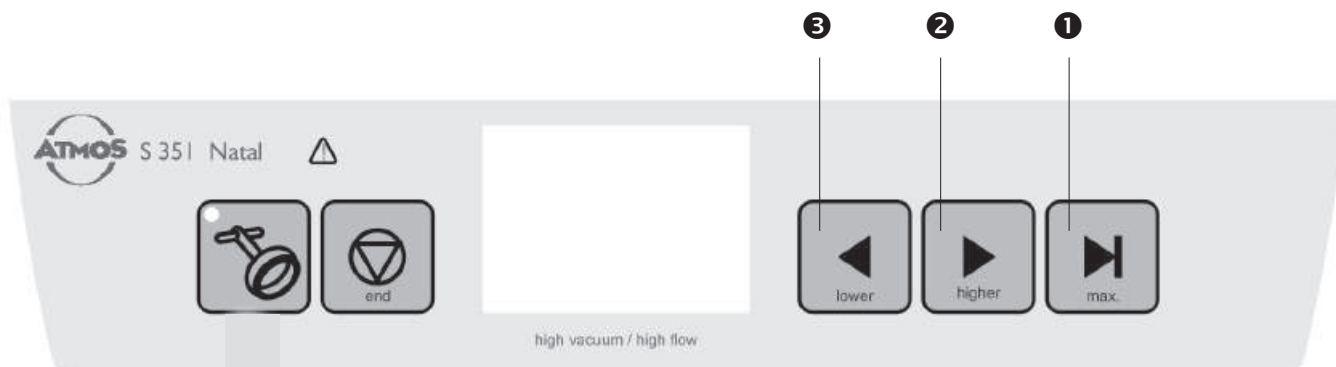

Bild 39. Anzeige- und Bedienfeld
- Wählen Sie den gewünschten Endvakuum-Wert mit einer der Tasten (2 und 3, Bild 39). Bei längerem Drücken der beiden Tasten verstellt sich der Wert schneller.
- Durch Drücken der Taste (1, Bild 39) wird das max. Vakuum eingestellt. Bitte beachten Sie, dass diese Funktion durch nochmaliges Drücken dieser Taste bestätigt werden muss.
- Wählen Sie den gewünschten Endvakuum-Wert mit einer der Tasten (❶, ❷ and ❸, Fig. 39, S. 31). Bei längerem Drücken der Tasten ❷ und ❸ verstellt sich der Wert schneller.